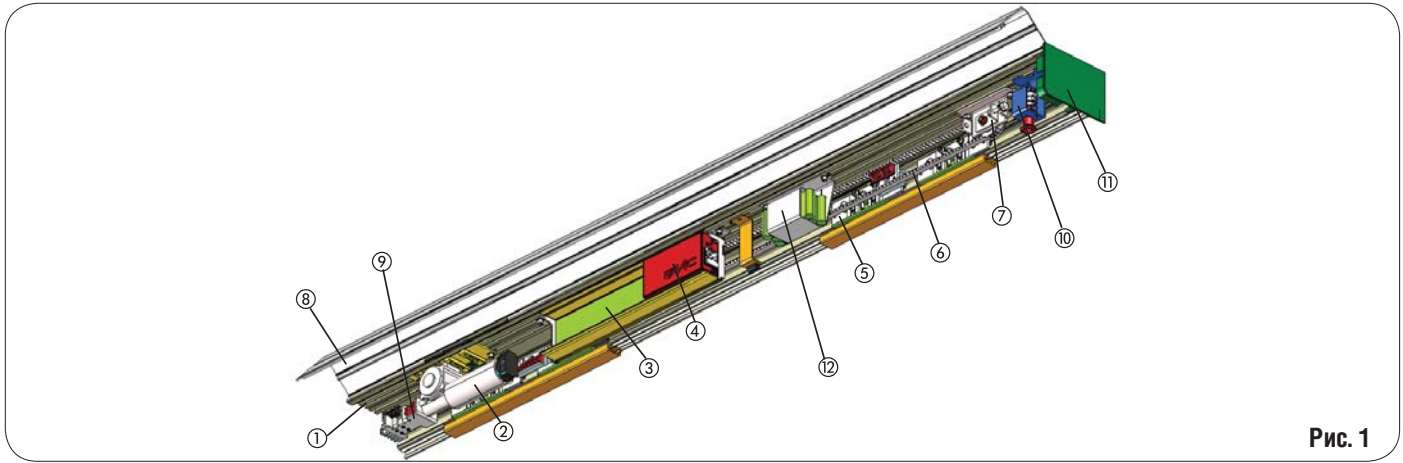

Рис. 1
Система автоматического привода (рис.1) состоит из следующих позиций:
- Несущий профиль задней стенки привода (рис.1 об. 1). Профиль используется для крепления автоматического привода к несущей конструкции и установки на него узлов и блоков привода.
- Узел с электромотором (рис. 1 об. 2)
- Блок управления (рис. 1 об. 3)
- Автоматический узел подачи питания (рис. 1 об. 4)
- Опорные каретки створок (рис.1 об. 5) Каретки имеют: 2 ролика с шарикоподшипниками, один обратный упорный ролик в верхней части и систему настройки положения створок по высоте и глубине.
- Приводной ремень (рис. 1 об. 6)
- Блок шкива передачи с механизмом регулировки натяжения (рис. 1 об. 7)
- Профиль крышки короба привода (рис. 1 об. 8)
- Боковые крышки (рис.1 об. 11) закрывают систему привода с торцов.
- Замок мотора (рис. 1 об. 9)(аксессуар)
Замок обеспечивает механическое запираение створок в закрытом положении. Замок может использоваться для одно и двухстворчатых дверей. Замок поставляется с устройством размыкания (рис.1 об. 10) для аварийного открытия дверей. К замку может быть подключен внешний размыкатель. Замок ставится на мотор, запирая его автоматически в закрытом положении.
- Батарея резервного питания (рис. 1 об. 12) (аксессуар). В случае отсутствия электроэнергии, батарея позволит автоматическому приводу работать в полнофункциональном режиме до 20 мин. Проверка состояния батареи проводится блоком управления непрерывно.